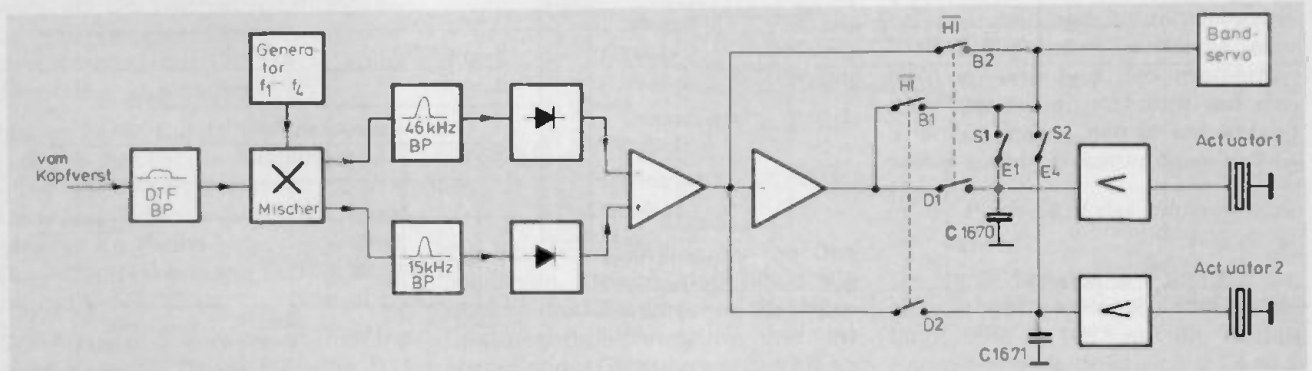

Bild 13 Blockschaltbild „Wiedergabe“
b) Wiedergaberegulung (Blockschaltbild Bild 13)
Die phasenrichtige Zuordnung der Regelspannung zu den Actuatoren erfolgt durch die HI- und \overline{HI} -Impulse. Diese Impulse werden über die bei Wiedergabe geschlossenen Schalter D 3 und D 4 auf die Schalter D 1 und D 2 gegeben, welche die Regelspannung den entsprechenden Actuatoren zuordnen. Dabei ist – wie im Bild 13 zu sehen – die positive Impulshälfte des HI-Impulses (über IC 1690) dem Actuator 1 zugeordnet. Analog dazu öffnet die positive \overline{HI} -Impulshälfte den Schalter D 2 und steuert über die andere Hälfte des Dual-Operationsverstärkers IC 1690 den Actuator 2 an.